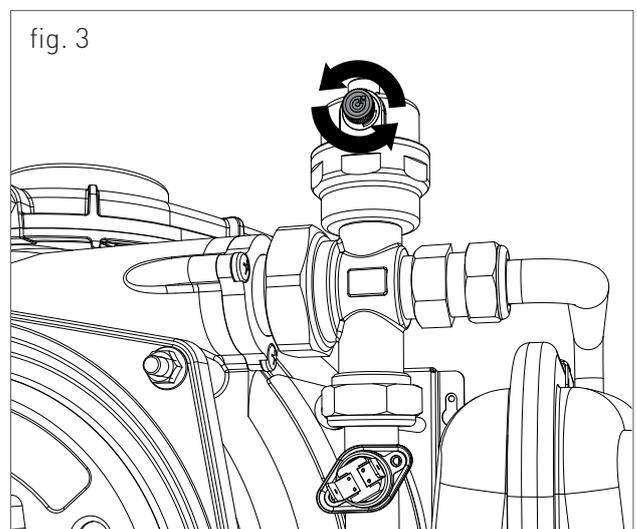

fig. 3
Para la instalación, realizar lo siguiente (ver fig.3):
2. aflojar ligeramente el tapón del purgador situado en la parte superior de la cámara de combustión (fig. 3) para eliminar el aire de la parte superior del sistema;